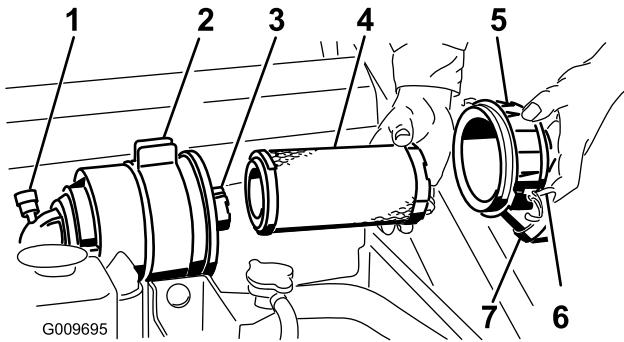

Рисунок 33
Внимание: Обслуживание фильтра воздухоочистителя следует производить только тогда, когда индикатор необходимости обслуживания станет красным (Рисунок 33). Замена воздушного фильтра без необходимости ведет лишь к повышению вероятности попадания грязи в двигатель при извлечении фильтра.
4. Освободите защелки воздухоочистителя и отделите крышку от корпуса воздухоочистителя (Рисунок 33).
1. Осторожно извлеките фильтр грубой очистки из корпуса воздухоочистителя (Рисунок 33). Страйтесь не ударить фильтр о боковую поверхность корпуса.
4. При замене контрольного фильтра будьте осторожны, вставляя новый фильтр в корпус фильтра (Рисунок 33).
5. Осторожно вставьте фильтр грубой очистки поверх контрольного фильтра (Рисунок 33). Убедитесь в том, что он полностью встал на место, надавливая на внешний обод фильтра во время его установки.
6. Установите крышку воздухоочистителя таким образом, чтобы сторона, обозначенная как UP, была обращена вверх; закрепите защелки (Рисунок 33).